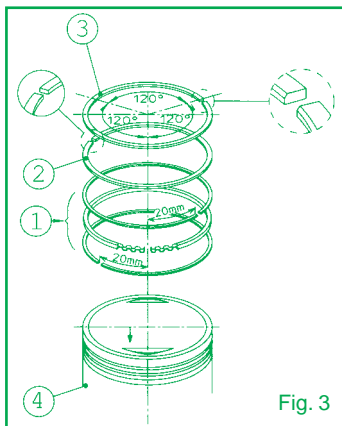

Fig. 3
- Introduire l'expandeur du segment racleur d'huile dans la gorge spéciale sur le piston, monter l'élément inférieur puis l'élément supérieur en complétant le montage du racleur d'huile (Fig. 3 - Dét. 1).
- Monter le deuxième segment avec l'inscription N tournée vers la partie supérieure du piston comme indiqué Fig. 3 - Dét. 2.
- Monter le premier segment chromé de compression avec l'inscription N tournée vers la partie supérieure du piston comme indiqué Fig. 3 - Dét. 3.
- Mettre en place les segments comme indiqué Fig. 3.
- Vérifier à nouveau que les segments sont bien positionnés comme indiqué Fig. 3.